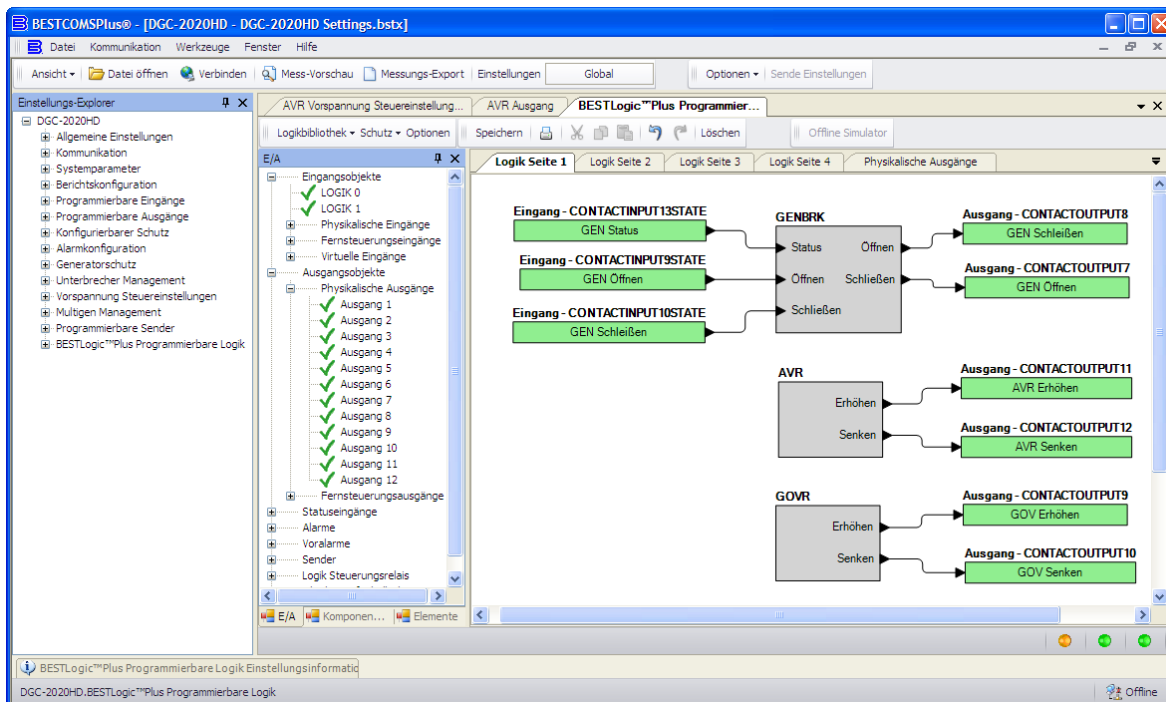

Abbildung 13-13. Synchronisator-Einrichtung in BESTLogicPlus Schritt 28
28. Klicken Sie auf das E/A Register und ziehen Sie die in Schritt 4 zugewiesenen Ausgänge in das Hauptfenster der Logik. Verknüpfen Sie die GOVR und AVR Blöcke mit den entsprechenden Ausgangskontakten. Siehe Abbildung 13-13.